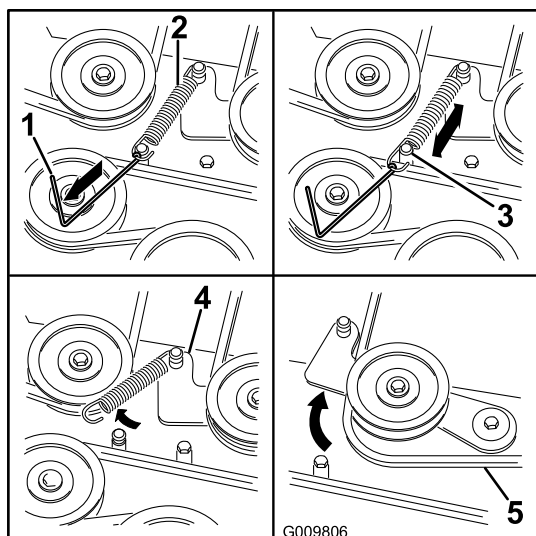

Figura 62
8. Usando una herramienta para la retirada de muelles (Pieza Toro N° 92-5771), retire el muelle tensor del espárrago de la carcasa para eliminar la tensión de la polea tensora (Figura 62).
11. Pase la correa nueva alrededor de las poleas del cortacésped y de la polea del embrague, debajo del motor (Figura 62).
12. Usando una herramienta para la retirada de muelles (Pieza Toro N° 92-5771), instale el muelle tensor sobre el espárrago de la carcasa y tense la polea tensora y la correa (Figura 62).